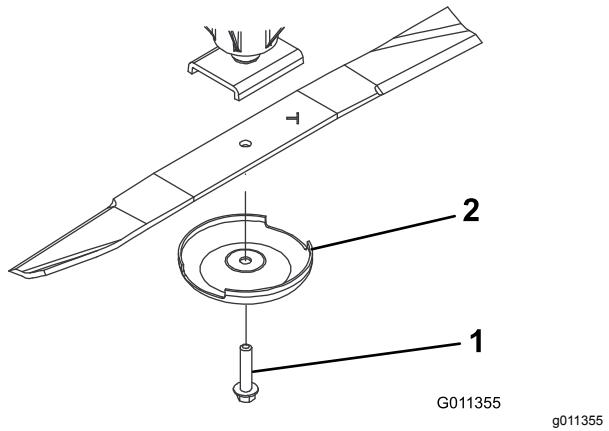

Figura 95
2. Afferrate l'estremità della lama con un cencio o un guanto bene imbottito. Togliete il bullone, la coppa antistrappo e la lama dall'asse del mandrino (Figura 95).
3. Montate la lama con la costa rivolta verso il piatto di taglio, servendovi della coppa antistrappo e del bullone della lama (Figura 95) Serrate il bullone della lama a un valore compreso tra 115 e 149 N·m.
Se continuate ad usare la lama usurata, si forma una scanalatura tra la costa e la sezione piatta della lama (**Figura 95**). Alla fine, un pezzo di lama può staccarsi e venire lanciato dal sottoscocca, con il rischio di ferire gravemente voi o gli astanti.